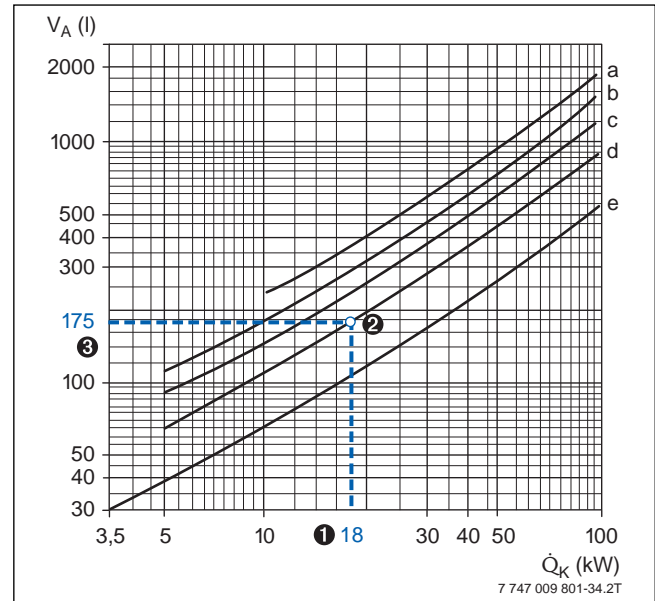

Bild 18 Anhaltswerte für den durchschnittlichen Wasserinhalt von Heizungsanlagen (nach ZVH-Richtlinie 12.02)
In Abhängigkeit von verschiedenen Parametern der Heizungsanlage lässt sich das Anlagenvolumen aus Bild 18 ablesen.
- ③ Gesamtwasserinhalt der Anlage = 175 Liter (→ Bild 18, Kurve d)
Das nach Punkt 3 in Bild 18 abgelesene Anlagenvolumen muss kleiner sein als das maximal zulässige Anlagenvolumen. Trifft das nicht zu, ist ein größeres Ausdehnungsgefäß zu wählen.
- ④ Erforderlich ist ein AG mit 12 l Inhalt, weil hierfür das nach Bild 18 ermittelte Anlagenvolumen kleiner als das maximal zulässige Anlagenvolumen ist.